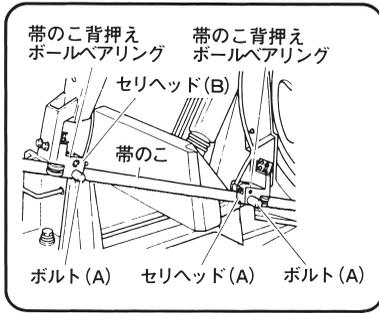

図 23
(3) セリヘッド(A), (B)部のボルト(A)を反時計方向に4~5回転ゆるめます。(図 23)
(6) 帯のこを手でねじりながらセリヘッド(A)およびセリヘッド(B)の帯のこ背押えボールベアリングに突当たるまで挿入します。(図 23)
(7) セリヘッド(A)側とセリヘッド(B)側のボルト(A)をそれぞれボルト(A)取付け面に軽く突当たるまで締付けます。(図 23)